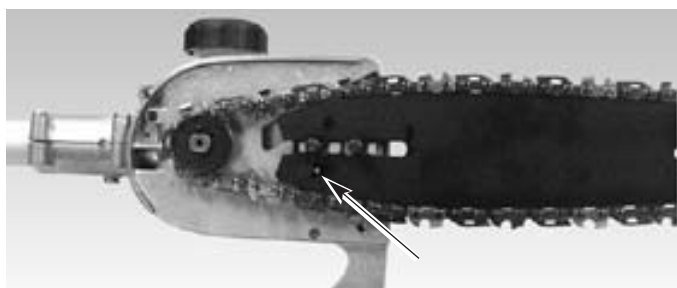

Fig. 10
5. Ajustez la vis de réglage de la tension (Fig. 8b) afin de pouvoir insérer le guide-chaîne (Fig. 10). Veillez à ce que la chaîne suive la rainure dans le guide-chaîne et tournez la vis de réglage de la tension pour serrer la chaîne.